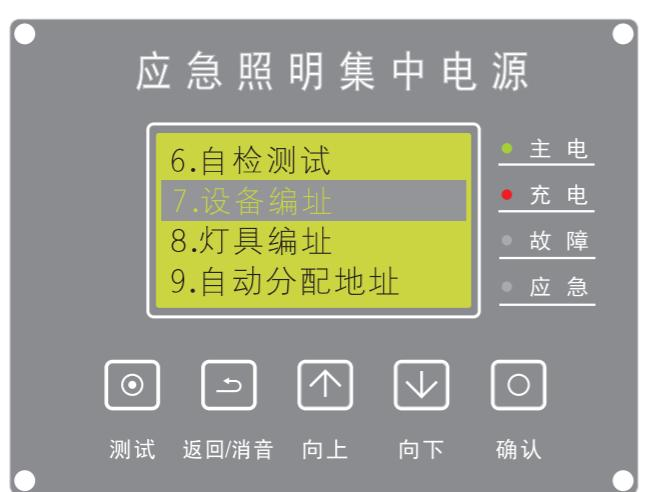

图15
(8)、设备编址: 在主屏时, 按【确认】键进入菜单, 按【向上/向下】选择【设备编址】(如图15)按确认键进入。